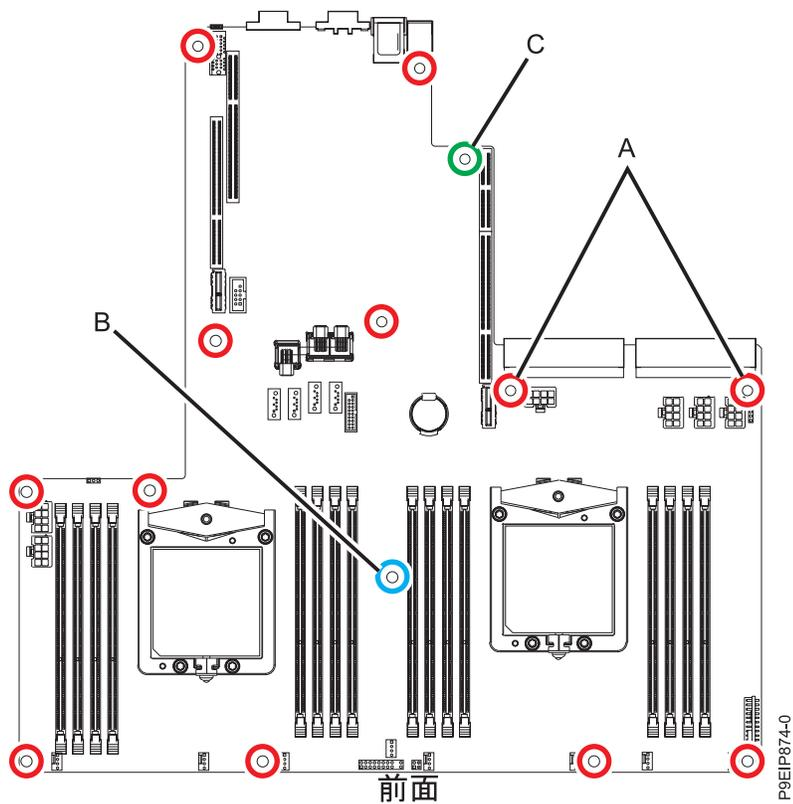

図 67. ねじの位置
- システム・バックプレーンから 14 本のねじを取り外します。ねじの位置は 64 ページの図 67 に示しています。(A) にある 2 本のねじは、少し長くなっています。長いねじは (B) にあり、PCIe アダプターをサポートしています。システムに背面ディスク・ドライブがある場合は、別の長いねじが (C) にあります。